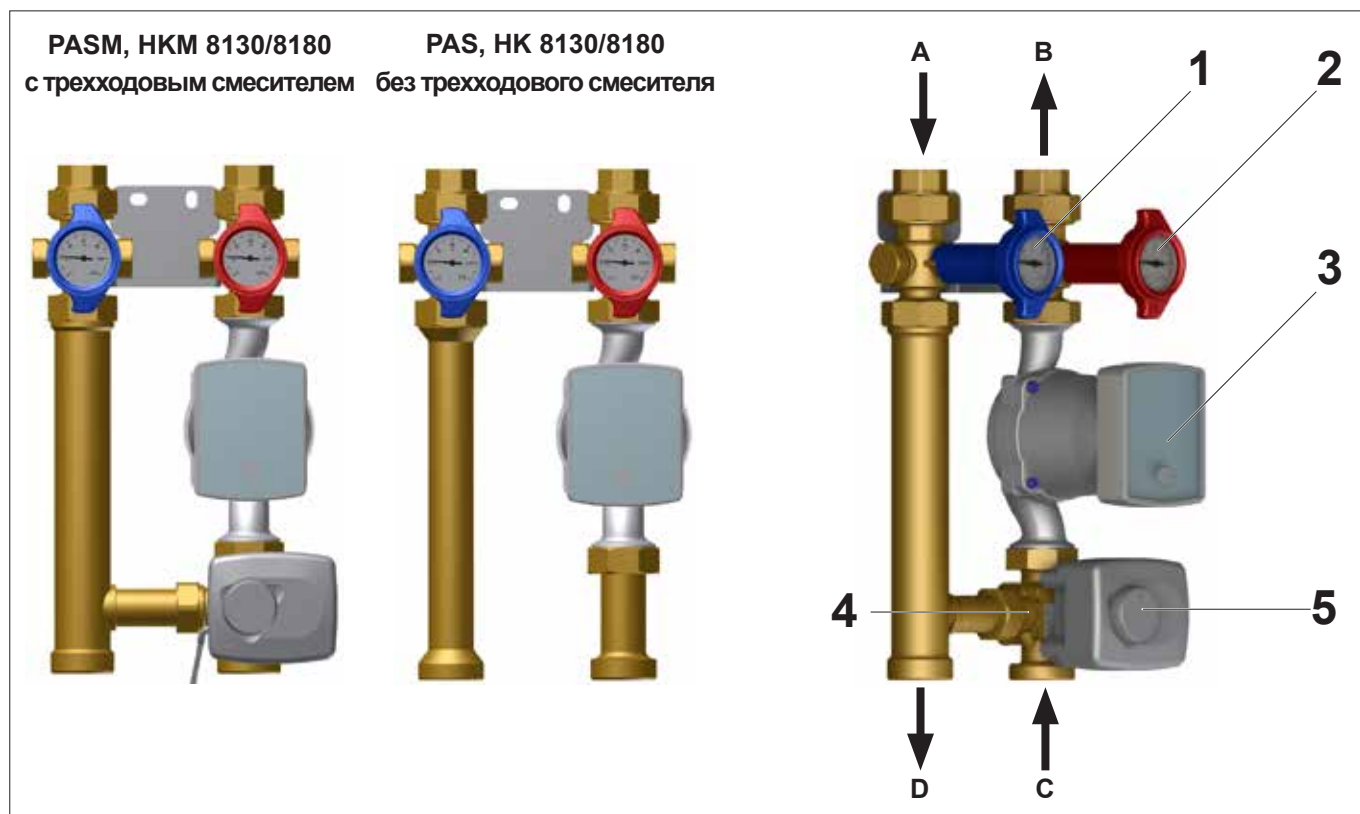

Рис. 1: Обзор моделей
- Подключить насосный модуль к трубопроводам (смотрите рис. 1 на странице 7).